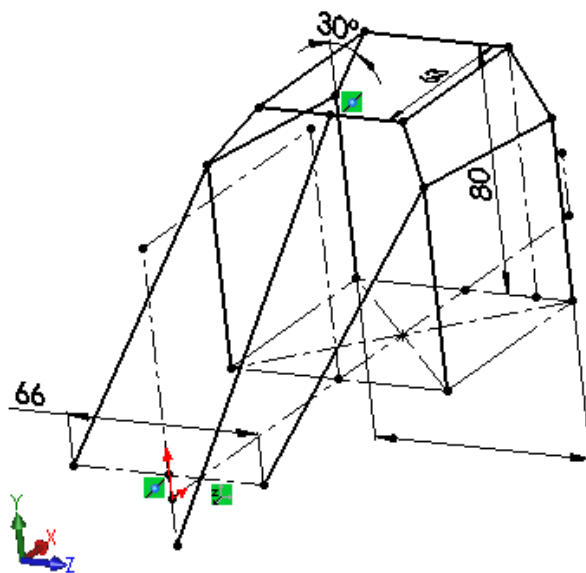

Figura 1.11 - Esboço 3D dos apoios frontais.
2.19. Na Barra de ferramentas de **Esboço**, clique na setinha preta ao lado da ferramenta linha  e selecione linha de centro . Para melhor visualização, rotacione a vista para uma posição semelhante à da Figura 1.11. Mude para o plano YZ e desenhe uma linha de construção ao longo do eixo Z, próximo à posição dela na Figura 1.11, sem, no entanto, se preocupar com sua posição exata. Dimensione-a com 66. Para deixar esta linha totalmente definida, selecione-a juntamente com o ponto final da linha de 72,5, localizado logo acima da origem, e adicione a relação de **Ponto médio**.